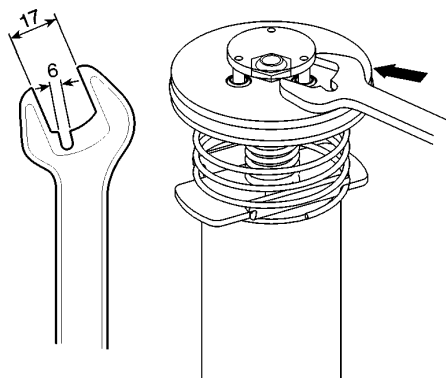

Fig. 9
1. Secure the air motor body (14) to the vice and unscrew the air motor dolly (1) using a jointed v-key in the holes on the top of the air motor dolly and remove it.
2. Check the upper spring (2) and the spring stop (3) inside the air motor dolly (1). Replace in case of damage.
3. Dismount the lower circlip (15) and muffler (16) and pull up the inverting set (4) until the hole in pump piston (9) gets visible in the opening where the muffler was dismounted. Introduce a steel rod (8 mm) in the hole to lock the piston.
4. Use a prepared 17mm wrench (see fig. 9) to disassemble the inverting set (4).
1. Fijar el cuerpo motor (14) adecuadamente y desenroscar la cazoleta (1) usando una llave articulada en los agujeros en la parte superior de la cazoleta y quitarla.
2. Verificar el muelle superior (2) y el tope muelle (3) en la cazoleta (1). Sustituir en caso de deterioro.
3. Desmontar el anillo de seguridad (15) inferior y el silenciador (16) y tirar el conjunto inversor hacia arriba hasta que el agujero en el vástago (9) quede visible en la apertura donde el silenciador fue quitado. Introducir una varilla acerada (8mm) en el agujero del pistón para bloquear el mismo.
4. Desenroscar el conjunto inversor (4) con una llave fija de 17mm preparada (Fig. 9).
1. Fixer correctement le corps moteur (14) et desserrer la cassolette (1) à l'aide d'une clé articulée au niveau des trous qui se trouvent sur la partie supérieure de cette dernière et la retirer.
2. Procéder au contrôle du ressort supérieur (2) ainsi que de la butée de ce dernier (3) qui se trouvent dans la cassolette (1). Remplacer ces pièces si nécessaire.
3. Démonter l'anneau de sécurité (15) inférieur et le silencieux (16) et tirer l'ensemble inverseur vers le haut jusqu'à ce que l'orifice du piston (9) soit visible et ce, au niveau où le silencieux a été enlevé. Introduire une baguette en acier (8mm) dans l'orifice du piston pour bloquer ce dernier.
4. Desserrer l'ensemble inverseur (4) à l'aide d'une clé fixe préparée de 17 mm (voir Fig.9).
1. Den Luftmotor (16) sichern und die 4 Schrauben (13) lösen, um den Deckel zu entfernen.
2. Die obere Feder (2) und die Federhalterung (3) innerhalb des Deckels überprüfen. Falls beschädigt, ersetzen.
3. Die untere Feder (15) und den Dämpfer (14) entfernen und den Umkehrschalter soweit herausziehen, bis die Öffnung im Pumpkolben sichtbar wird, aus der der Dämpfer entfernt wurde. Eine 8 mm Stahlstange in dieses Loch einführen, um den Kolben zu blockieren.
4. Mit einem vorbereiteten 17mm-Schraubenschlüssel (Bild 9), wird der Umkehrschalter (4) abgeschraubt.